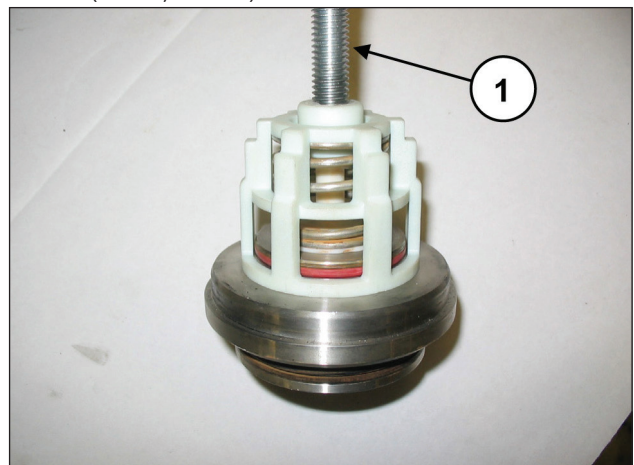

Abb. 97
Bauen Sie die Saug- und Druckventilgruppen durch Anziehen einer Schraube M10 aus, um durch Drücken auf die innere Führung die Ventilführung aus dem Ventil Sitz herausziehen zu können (Pos. ①, Abb. 97).